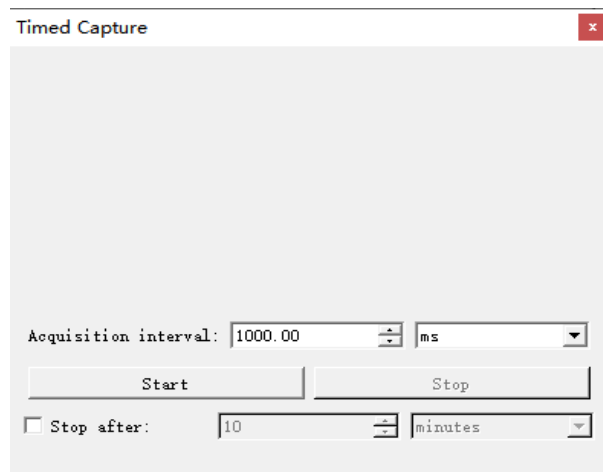

图 14
- 6、标定过程可以在 Vic-Snap 中通过点击拍摄或者按空格键，以及定时拍摄（单人建议定时，多人建议单张拍摄）如图 14 所示。